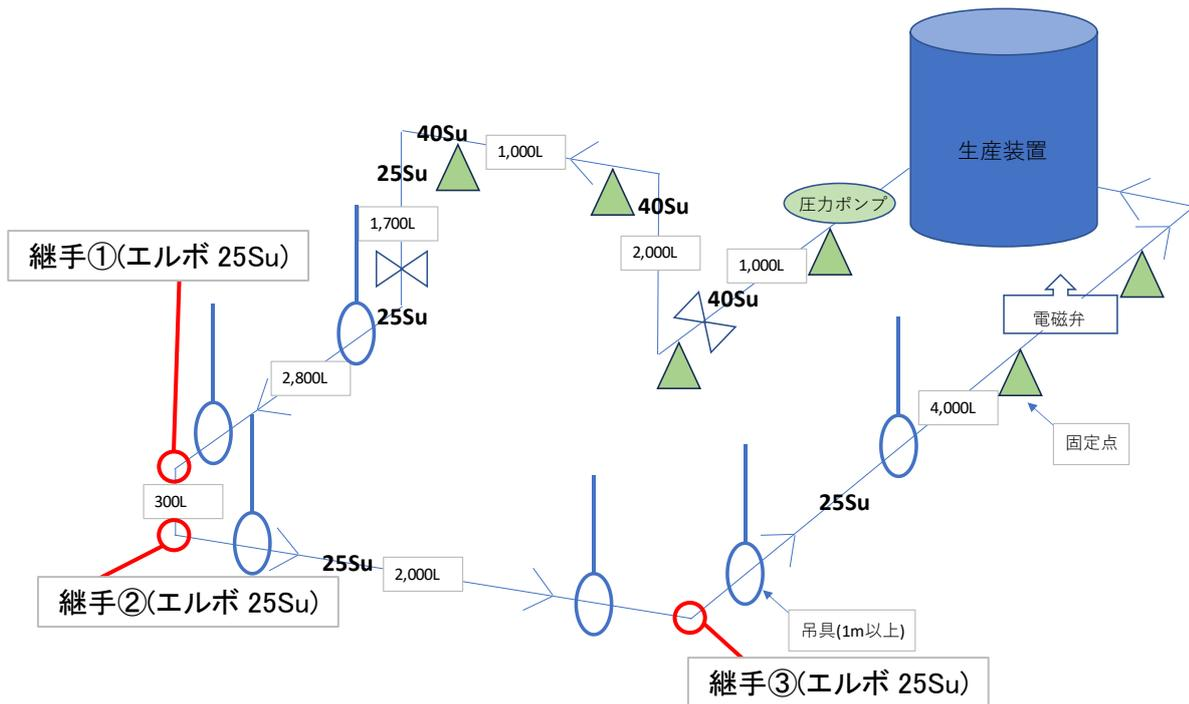

図 4-16 ウォーターハンマー試験 I 概略図
(1) 試験方法
ウォーターハンマーによる振動を想定し、電磁弁を使用して強制的にウォーターハンマーを発生させ、配管経路に設置された継手の袋ナットの緩みを確認する。図 4-16 の通りの試験配管を組み、継手①、②、③（図 4-16 赤丸部）について評価を行う。